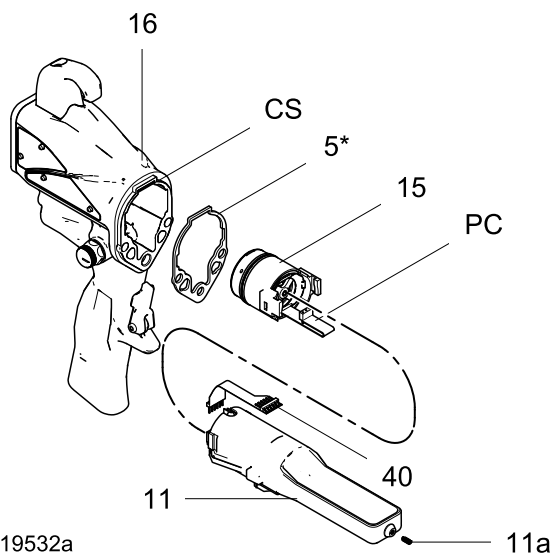
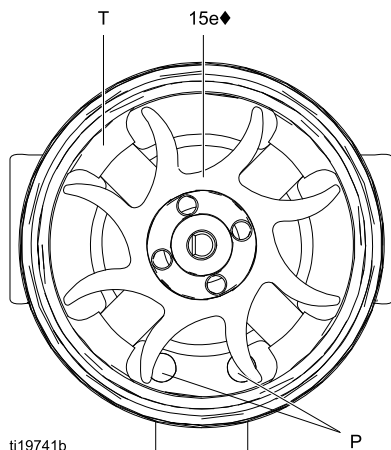

Figure 34 Alimentazione
Figure 35 Orientamento della ventola
7. Tenere il gruppo della bobina (15a) su un banco da lavoro con l'estremità della ventola rivolta in alto. Utilizzando un cacciavite piatto, staccare la ventola (15e) dall'albero (S).
10. Inserire il nuovo cuscinetto inferiore (15b1◆) sull'estremità lunga dell'albero (S). Il lato piatto del cuscinetto deve essere rivolto lontano dal magnete (M). Inserirlo nella bobina (15a) in modo che le pale del cuscinetto siano allineate alla superficie della bobina.
12. Tenere il gruppo della bobina (15a) su un banco da lavoro con l'estremità della ventola rivolta in alto. Spingere la ventola (15e♦) sull'estremità lunga dell'albero (S). Le pale della ventola devono essere orientate come mostrato nella figura.
13. Premere con delicatezza il gruppo della ventola (15a) nella parte anteriore dell'involucro (15d♦). Il connettore a 3 conduttori (PC) deve essere posizionato sotto la tacca più larga (W) delle linguette dell'alloggiamento, come mostrato nella Fig. 35. Assicurarsi che i perni di allineamento della bobina (P) siano posizionati come mostrato in Fig. 34.
14. Ruotare la ventola (15e) in modo che le pale liberino le quattro linguette dei cuscinetti (T) nella parte posteriore dell'involucro. Accertarsi che le pale del cuscinetto inferiore (15b1♦) siano allineate alle linguette.